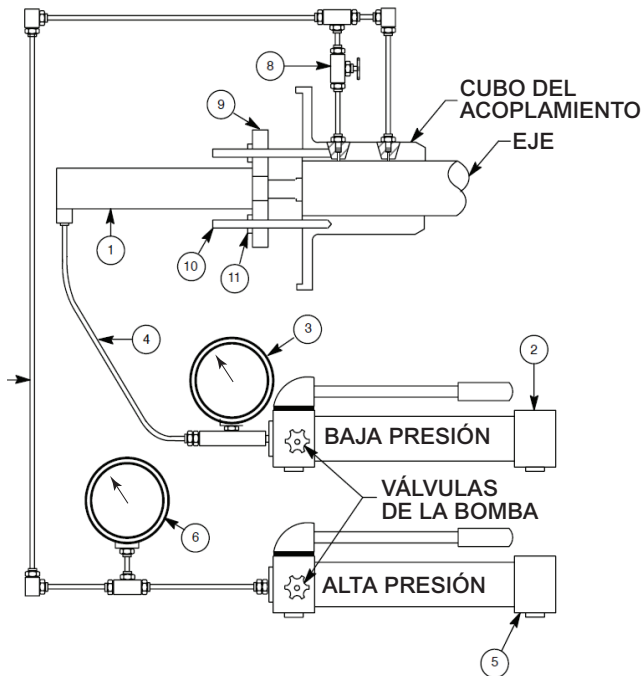

Figura 7 – EQUIPO BÁSICO PARA EXTRAER CUBOS TIPO 6
- a. Monte un extractor hidráulico de cubos (vea la Figura 7) en el extremo del cubo con una varilla de presión contra el extremo del eje. Consulte la Tabla 3 para el patrón de montaje del barreno del perno del extractor del cubo. El extractor debe tener un recorrido axial igual o mayor a la longitud del barreno del cubo al eje. Asegúrese de proporcionar el soporte adecuado para el cubo y el ensamble del extractor usando eslingas de cable metálico.
- b. Monte los accesorios de expansión hidráulica al cubo y a la bomba hidráulica de alta presión. Presurice la interfaz del cubo al eje hasta que el aceite emane de entre el barreno y el eje o a la presión de remoción indicada en la Tabla 4. Aplique una fuerza de remoción axial al mismo tiempo que presuriza el cubo. Cierre la presión (elemento 8 de la Figura 7) antes de exponer la ranura más allá del extremo del eje.